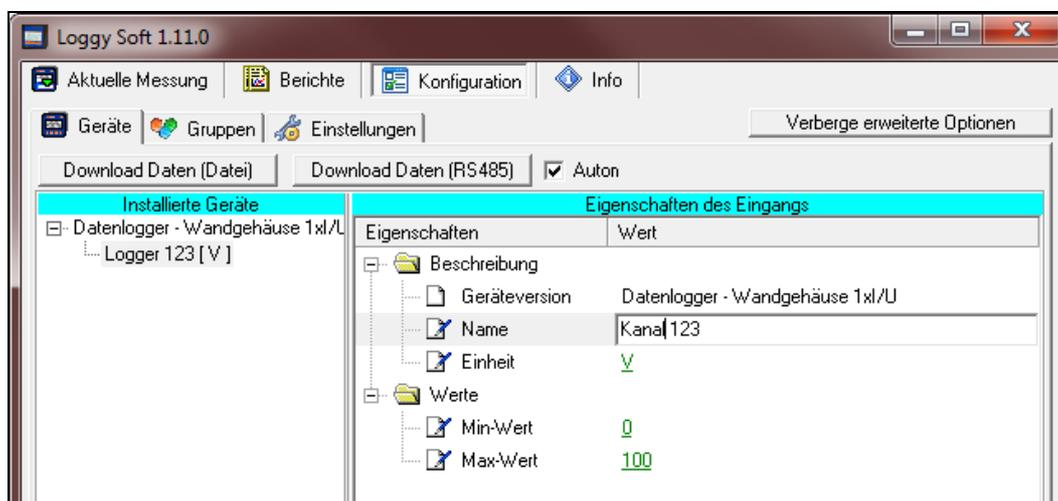

Abb. 3.13 Menü Konfiguration - erweiterte Funktionen aktiviert
-  Die Parameter im Menü [Konfiguration] können nach Aktivierung der erweiterten Optionen bearbeitet werden. Hierzu betätigen Sie die Taste **[erweiterte Optionen anzeigen]** und geben die das Passwort "**srd system**" ein. Nach der Eingabe erscheinen zusätzliche Bedienelemente für die Editierung/Änderung von Geräten(Abb. 3.13).